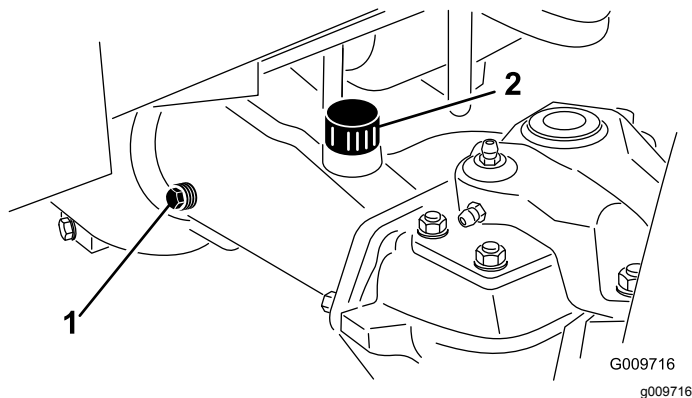

図 85
2. アクスルの一方の端部から点検用プラグを抜き、穴の高さまで潤滑油があることを確認する 図 85。